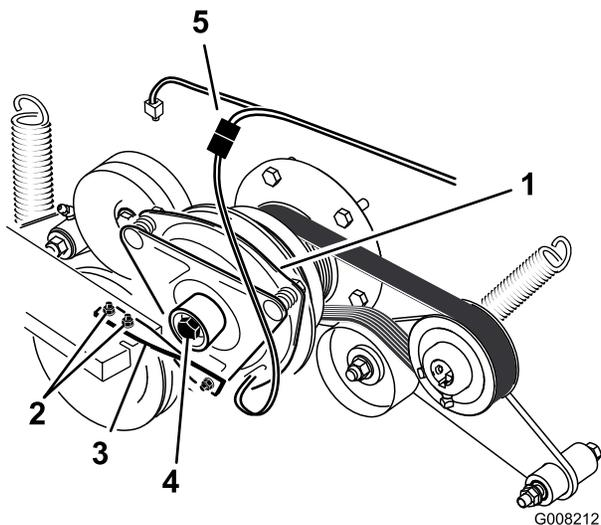

Figura 55
- Scollegate la connessione elettrica della frizione (Figura 55).
- Rimuovete i due bulloni che fissano la cinghia di gomma della frizione al telaio del tosaerba (Figura 55).
- Rimuovete il bullone centrale che fissa la frizione all'albero motore e rimuovete la frizione e la chiave (Figura 55).
15. Tenendo l'albero a gomiti sulla parte posteriore della macchina, installate il bullone centrale e serratelo a 68 Nm (Figura 55).
16. Fissate la cinghia di gomma della frizione al telaio del tosaerba con i due bulloni e dadi precedentemente rimossi (Figura 55).
18. Collegate la connessione elettrica della frizione (Figura 55).